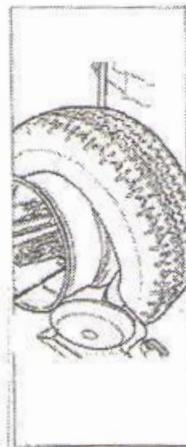

Рис. 7.7
- I. Повернуть монтажную головку на 180 град. и вставить между ободом диска и бортом шины (см. рис. 7.7). Перемещать его до тех пор, пока борт не покажется из-под закраине диска колеса (этую операцию лучше выполнять в процессе вращения колеса).